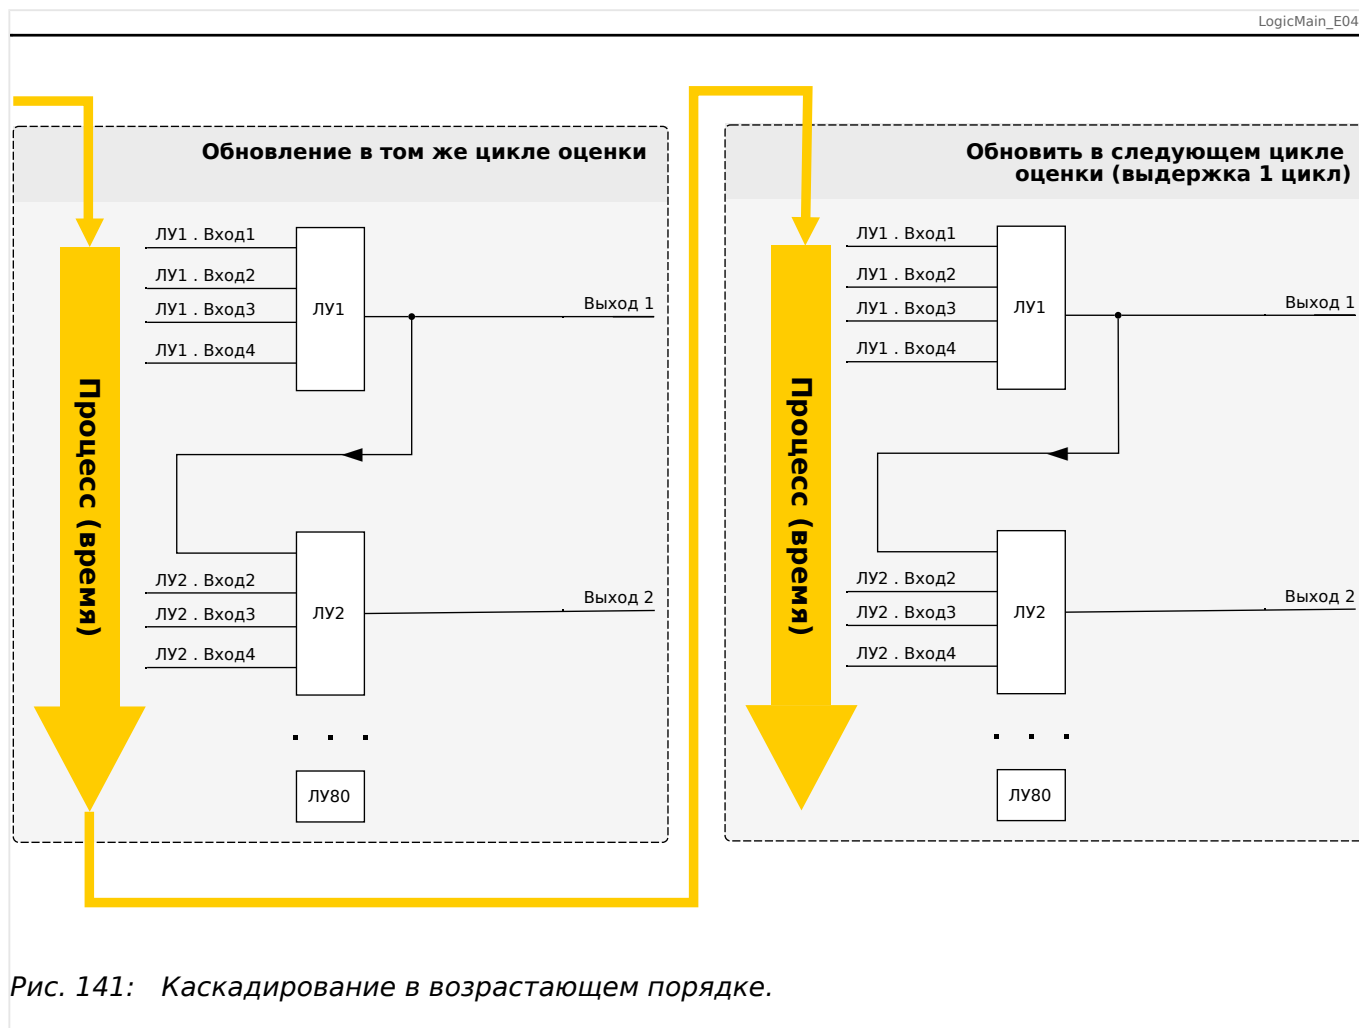
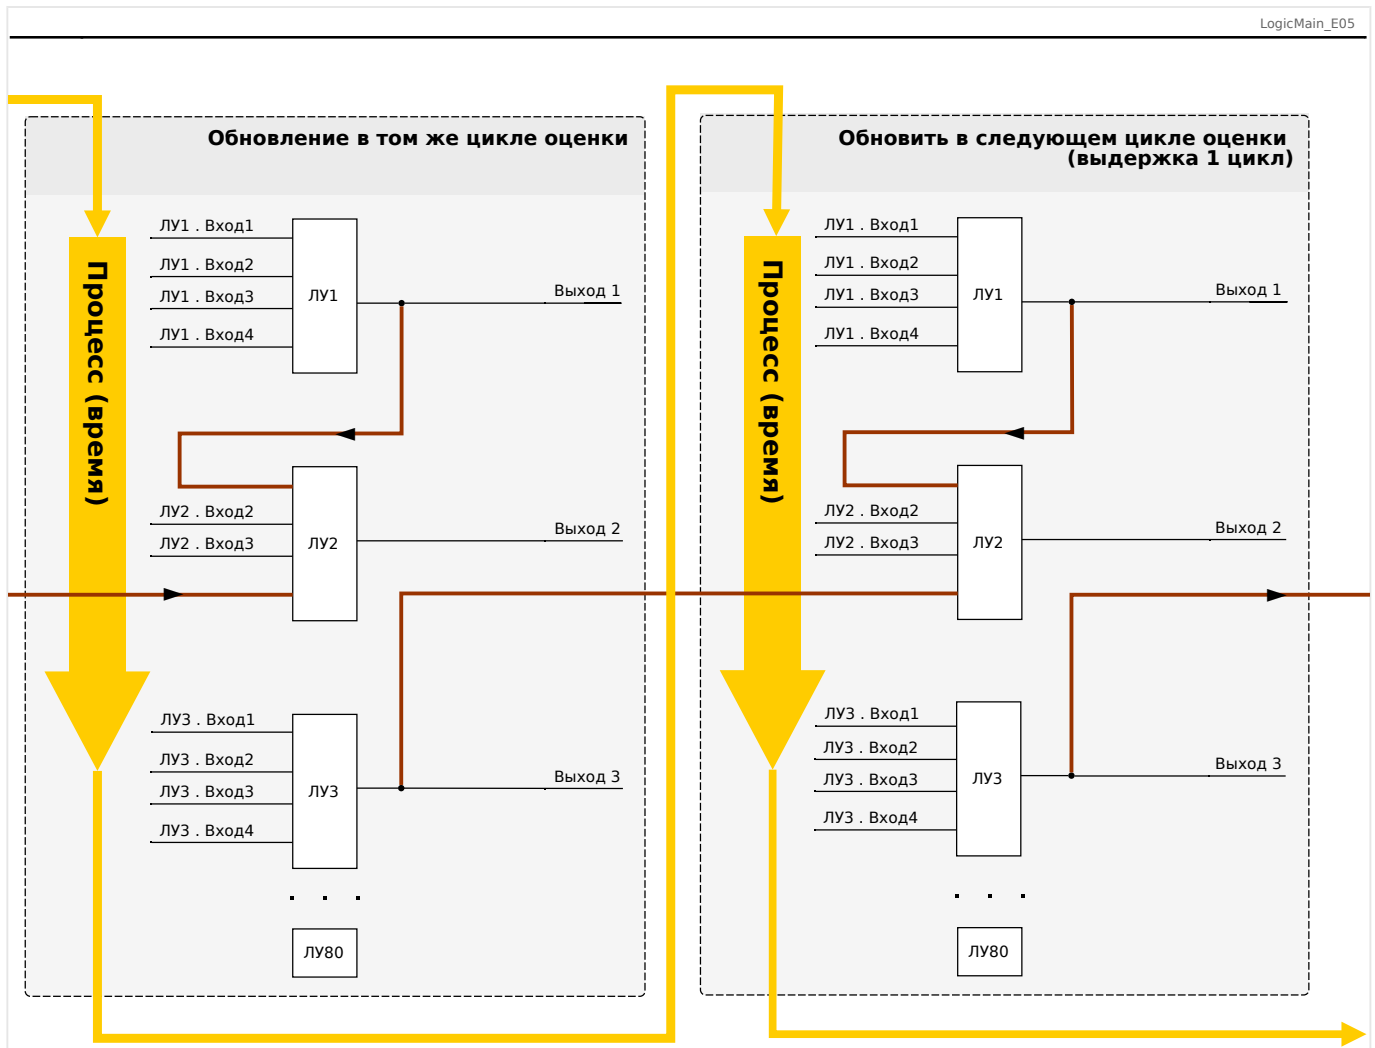

Рис. 141: Каскадирование в возрастающем порядке.
Рис. 142: Каскадирование в возрастающем порядке.
- **Возрастающий** порядок означает, что некий выходной сигнал поступает на вход одного из логических уравнений с **более высоким** номером. На приведенном ниже графике  Рис. 141 приводится пример, когда результат логического уравнения ЛУ1 используется в качестве входного сигнала для логического уравнения ЛУ2.
- **Нисходящая** последовательность означает, что некий выходной сигнал поступает на вход одного из логических уравнений с **меньшим** номером. На графике  Рис. 142 приводится пример, когда результат логического уравнения ЛУ3 используется в качестве входного сигнала для логического уравнения ЛУ2.
И возрастающий, и убывающий порядки можно не только использовать, но и комбинировать, при этом разница будет заметна не сразу. Однако, как показано в разделах  Рис. 141 и  Рис. 142 ниже, благодаря определению состояний всех уравнений в возрастающем порядке фактические рабочие значения, поступающие на вход любого из них, будут иной степени зрелости.
В представленном выше примере Рис. 142 для «логического уравнения 2» используются состояния выходов двух других уравнений — «логического уравнения 1» и «логического уравнения 3». Результат «логического уравнения 1» используется в возрастающем порядке и, следовательно, определен в ходе того же рабочего цикла. Результат «логического уравнения 3» используется в убывающем порядке и, следовательно, определен в ходе предыдущего рабочего цикла.